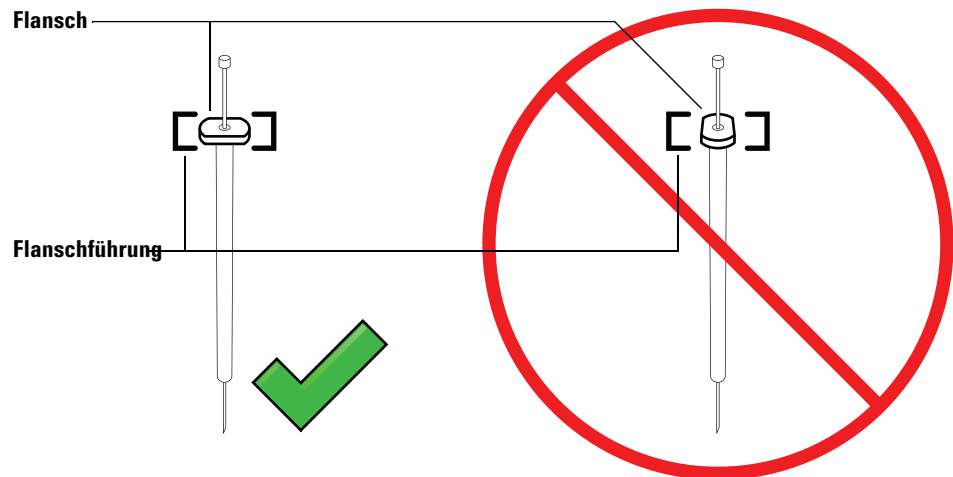

Abb. 68 Ausrichtung des Spritzenflansches
- 7 Richten Sie den Spritzenflansch an der Flanschführung aus und drücken Sie die Spritze in Position. Das Nadelende muss sich dabei in der Führungsöffnung des Nadelführungsfußes befinden. Achten Sie darauf, dass die flache Kante des Spritzenflansches nach außen zeigt (Abbildung 68).